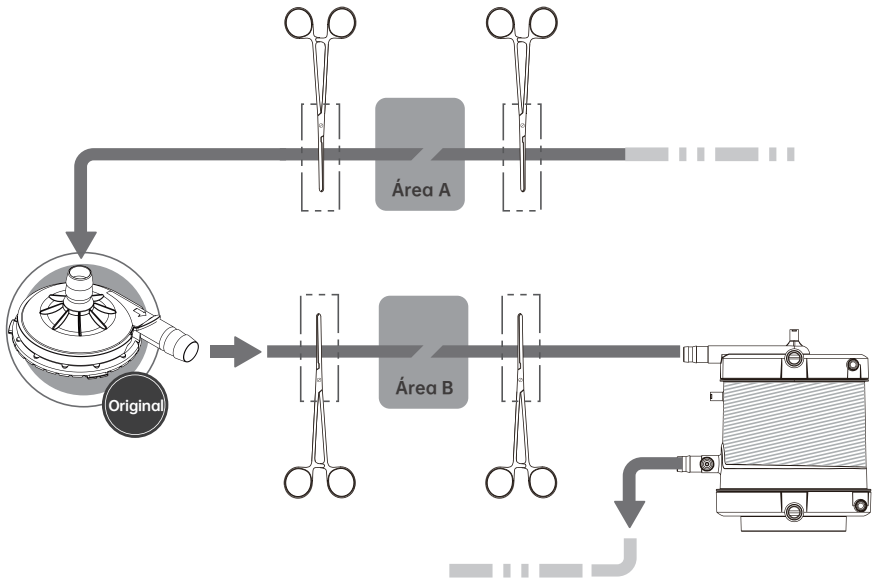

Figura 2
- 10) Diminua para 2200 rpm, coloque duas braçadeiras (a uma distância de 5 cm) após a saída do cabeçote da bomba. Referência Figura 2.
- 11) Pare o acionador da bomba e coloque duas braçadeiras (a uma distância de 5 cm) na tubulação de entrada de sangue perto do cabeçote da bomba. Referência Figura 2.
- 13) Limpe as áreas A e B com iodóforo de acordo com a técnica asséptica, como indicado na Figura 2.
- 14) Corte a tubulação de entrada do cabeçote da bomba e a tubulação de saída no ponto entre duas braçadeiras, como indicado na Figura 2.